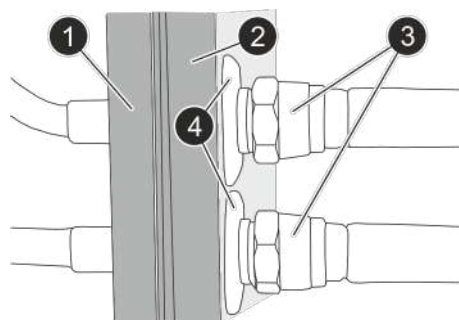

Fig. 81: Conexión del conducto de refrigerante
2. ➔ Conecte los conductos de refrigerante separados (Fig. 81/3) a ambos cubos individuales (Fig. 81/1+2) mediante los acoplamientos (Fig. 81/4).